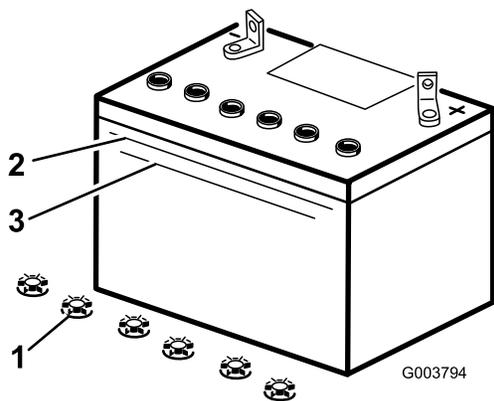

Figure 41
2. Observez le côté de la batterie. Le niveau de l'électrolyte doit atteindre le trait supérieur (Figure 41). Le niveau d'électrolyte ne doit pas descendre au-dessous du trait inférieur (Figure 41).
5. Enlevez les bouchons de remplissage de la batterie (Figure 41).
6. Versez de l'eau distillée avec précaution dans chaque élément jusqu'au repère supérieur (Figure 41) sur le côté de la batterie.
7. Attendez 5 à 10 minutes après avoir rempli les éléments. Au besoin, ajoutez de l'eau distillée pour amener le niveau jusqu'au repère supérieur sur le côté de la batterie (Figure 41).